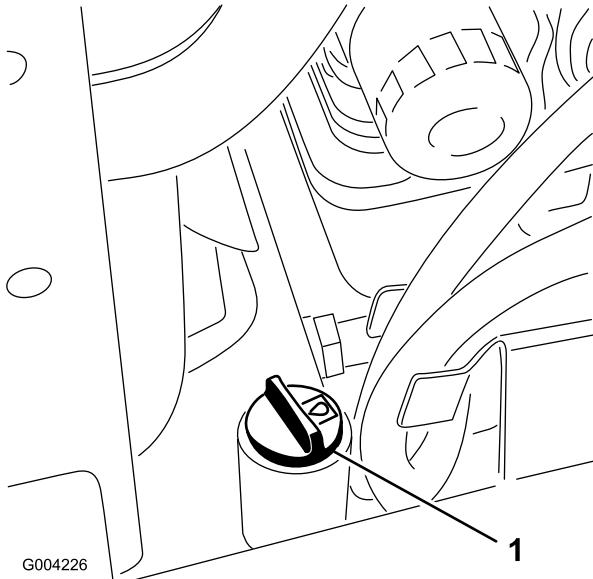

Figura 17
- Pulite la zona intorno al collo del bocchettone del serbatoio idraulico (Figura 17).